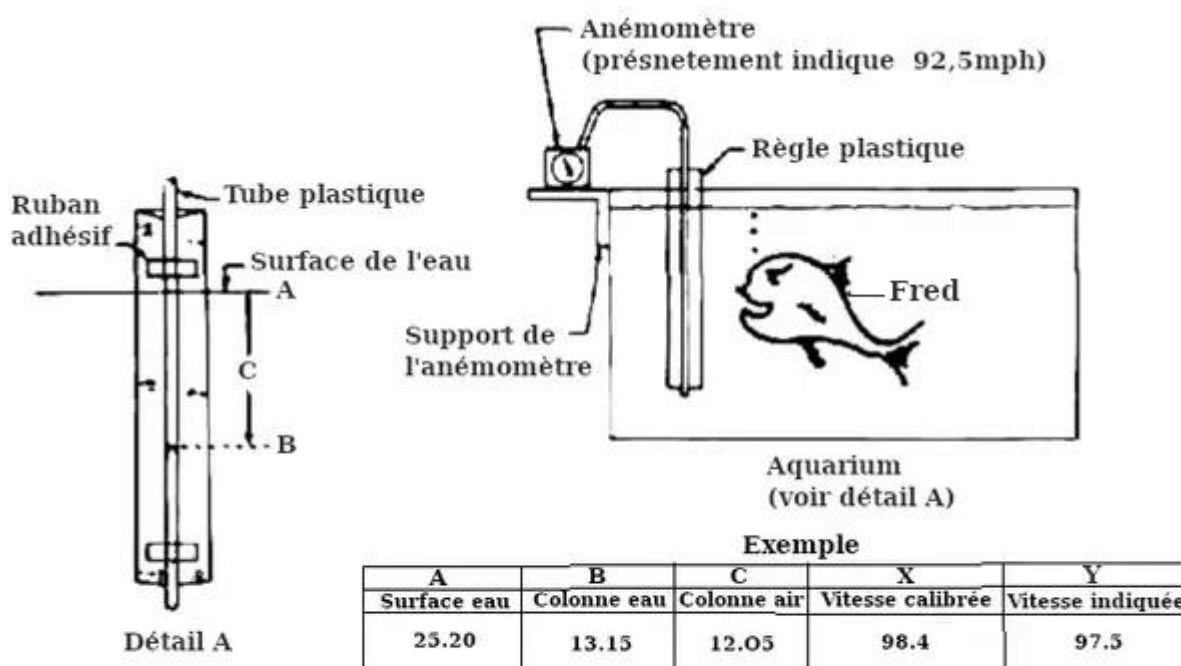

FIGURE 1
Une pompe à air ou une source de pression d'air n'est pas nécessaire pour calibrer un indicateur de vitesse. Il suffit de connecter un morceau de tube en plastique au port pitot (repéré « P ») sur l'indicateur de vitesse et de retirer le ruban adhésif ou le bouchon du port statique (repéré « S »). Fixez une règle en plastique de bazar à l'autre extrémité du tube en plastique, comme illustré à la figure 1. Assurez-vous que les connexions ne fuient pas !
Remarquez que, à mesure que le tube et la règle sont enfoncés plus profondément dans l'eau, l'indication de vitesse augmente. Très simplement, la distance entre la surface de l'eau et le sommet de la colonne d'eau dans le tube (indiquée par « C » à la figure 1) est proportionnelle à la vitesse calibrée (réelle).
1. enregistrer la dimension sur la règle à la surface de l'eau (colonne « A » dans l'exemple, figure 1);